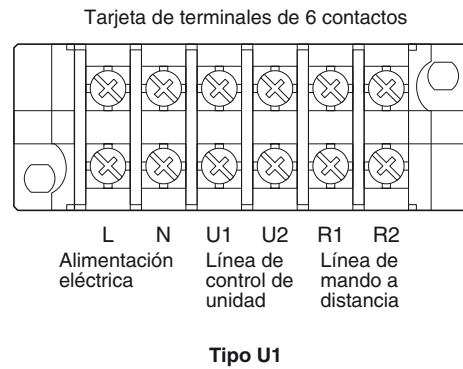

Fig. 4-2
- (1) Consulte la sección 4-2. "Longitud de cables y diámetro de cables recomendados para el sistema de alimentación" para la explicación de "A", "B", "C", "D" y "E" en los diagramas anteriores.
- (2) El diagrama de conexiones básicas de la unidad interior muestra las tarjetas de terminales, por lo que las tarjetas de terminales de su equipo pueden ser distintas de la ilustrada. (Fig. 4-2)
- (3) Deberá ajustarse la dirección del circuito de refrigerante (R.C.) antes de conectar la alimentación.
- (4) Con respecto al ajuste de la dirección R.C., consulte las instrucciones de instalación suministradas con la unidad del mando a distancia (opcional). El ajuste de la dirección automática se puede ejecutar con el mando a distancia de forma automática. Consulte las instrucciones de instalación suministradas con la unidad del mando a distancia (opcional).